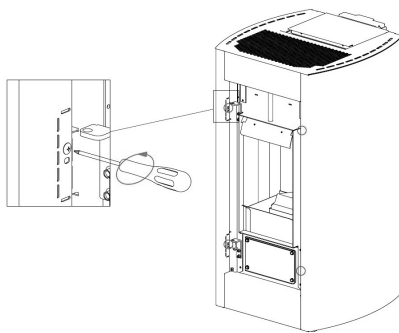
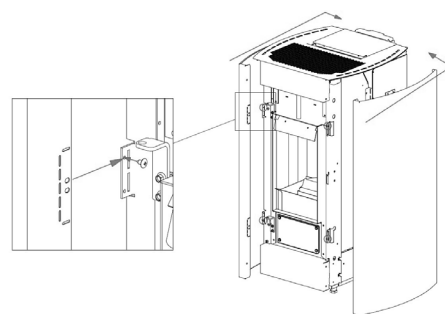

Fig. 56 - Usuwanie śrub
Fig. 57 - Usuwanie ścianek
- Odkręcić 4 śruby z przodu i usunąć ścianki (patrz **Fig. 56 i Fig. 57**).